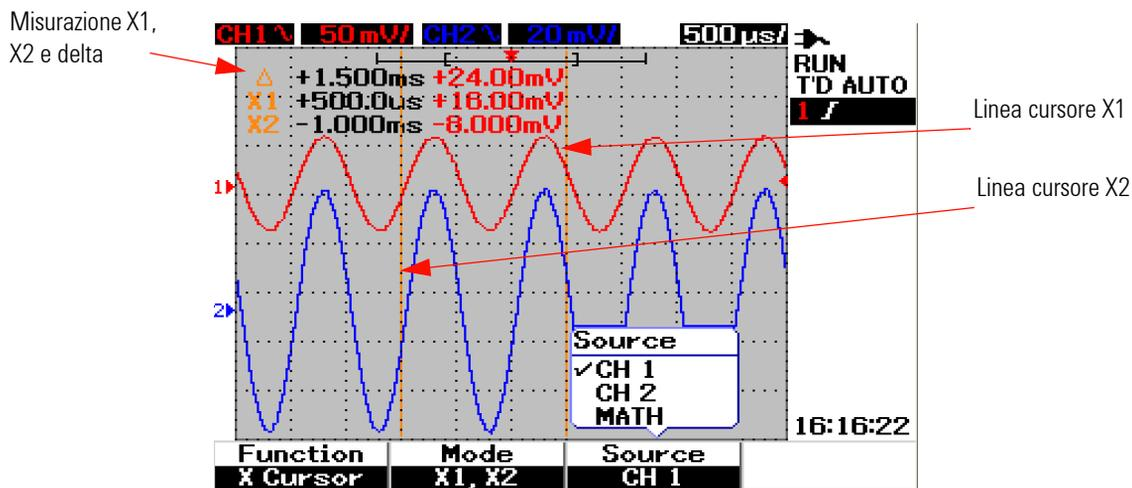

Figura 3-31 Misurazione con il cursore X per il segnale sul canale 1 con le linee del cursore X1 e X2
- 4 Nella Figura 3-31 sono selezionate due linee del cursore, X1 e X2, e la misurazione viene effettuata per il segnale del canale 1.